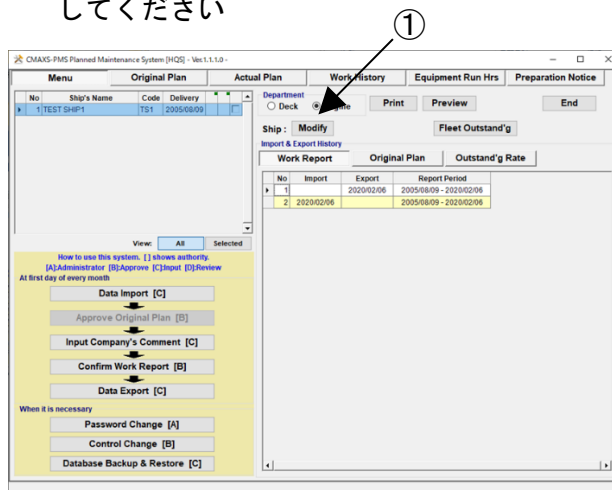

図 15-1 Menu 画面
- ① “Menu 画面” (図 15-1)で[Modify]ボタンを選択してください。